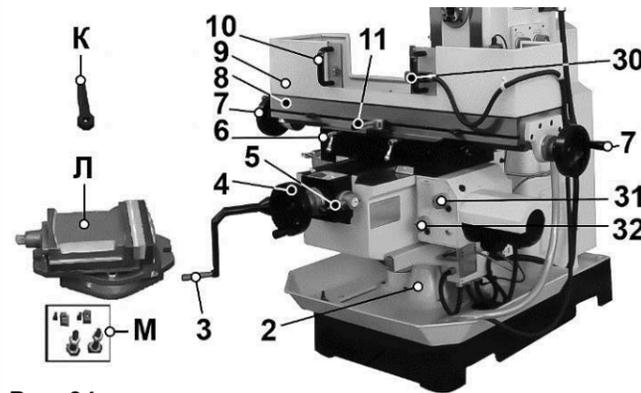

Рис. 34
10.7.3. Для **вертикального** перемещения рабочего стола (8) ослабьте фиксатор (65) (Рис. 18а, 18в), движением вперед введите в зацепление ручку подъема/опускания стола (3) (Рис. 34). При вращении ручки (3) по часовой стрелке стол (8) поднимается, против часовой стрелки – опускается.
10.8. Подготовка к работе (Рис. 34 - 38)